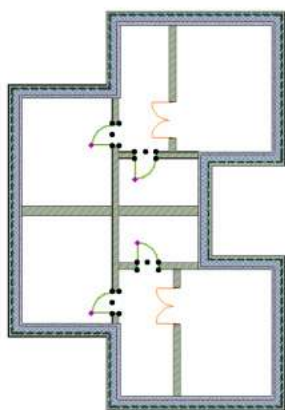

Рисунок 7.32
6. Выделите одинарные двери на плане этажа (рисунок 7.32).